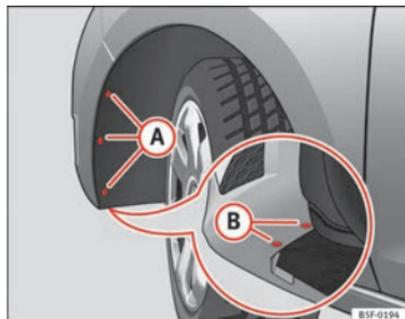

Abb. 189 Nebelscheinwerfer: Zugriff auf die Steckverbindung und den Lampenträger
- Entfernen Sie die 3 Schrauben (A) ⇒ Abb. 189 aus dem Inneren des Radhauses und die 2 unteren Schrauben (B) ⇒ Abb. 189 des Stoßfängers mit einem Schraubendreher.